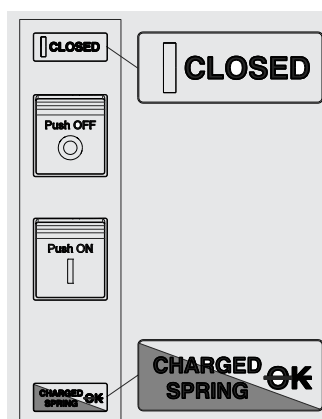

Рис. 32
4. Автоматический выключатель замкнут, пружины механизма включения взведены и не готовы к замыканию (см. Рис. 32). Это состояние возможно в том случае, когда после замыкания (см. шаг 4 – Операции по замыканию или размыканию выключателя вручную) пружины были взведены вручную или автоматически, при помощи мотор-редуктора (если таковой предусмотрен комплектацией устройства).